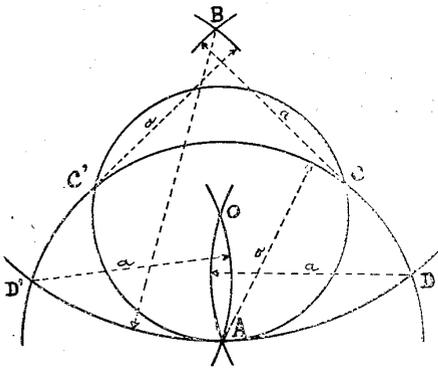

FIG. 1.
**Solution.** — D'un point A de la circonférence, (Fig. 1) on mène avec un rayon  $a$  tel que :